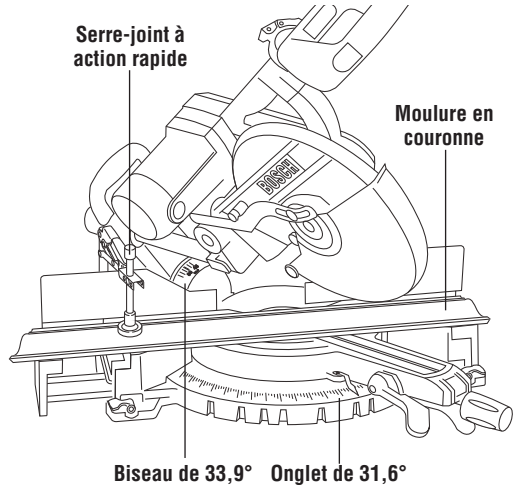

Figure 35. Mouleur en couronne reposant à plat
- Pour les coins à 90°, réglez les angles d'onglet et de biseau en vous aidant des tableaux ci-dessous. Serrez le bouton de blocage de l'onglet et le bouton de blocage du biseau (Figure 35).